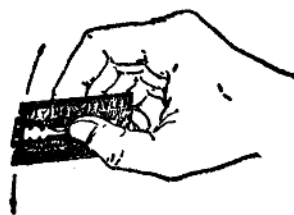

图 1-1
3.透明纸:透明纸又叫映绘纸、描图纸。纸面涂有石蜡等物质,呈半透明乳白色。它的正反两面都可绘图。透明纸表面不很平滑,影响绘线的光滑度,可用双面刀片在纸面来回轻轻地刮去凸起部分,见图1-1,然后用软橡皮擦一次,可获得光滑的表面,绘线也很光滑。